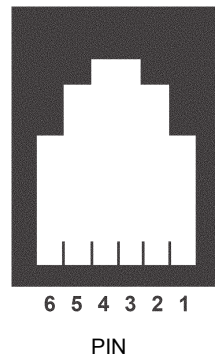

Fig. 25 - Presa RJ
- Il cablaggio elettrico delle comunicazioni EIA232C sia stato effettuato in conformità con lo standard EIA 232C. Si prega di notare che il collegamento EIA 232C richiede un connettore RJ11 collegato ad un adattatore tipo D a 9 poli. La Fig. 25 mostra la presa RJ11 del misuratore di portata TVA vista frontalmente.